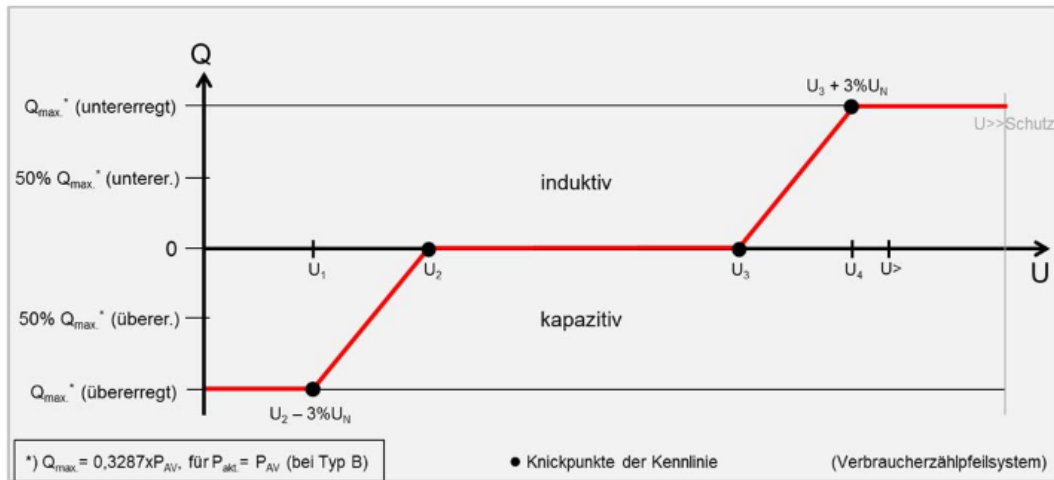

Bild 2.3: Spannungsabhängiges Blindleistungsverhalten  $Q(U)$  der Erzeugungsanlagen
Als permanente Grundfunktionalität der Blindleistungsregelung gilt ein Kennlinienverhalten in Form einer Blindleistungs- / Spannungs-Kennlinie  $Q(U)$ . Sofern die Erzeugungsanlage durch Fernwirktechnik (oder ggf. alternative Übertragungstechniken) gesteuert werden kann, sind die Anforderungen aus Kapitel 2.5.4.3 zu berücksichtigen. Alle Erzeugungsanlagen müssen eine von der Höhe der Spannung abhängige Blindleistung in das Netz einspeisen (rote Linie in Bild 2.3).
Bei normaler Betriebsspannung speist die Erzeugungsanlage mit einer konstanten Blindleistung von  $Q=0$  ein (entspricht einem Verschiebungsfaktor  $\cos \varphi = 1$ ), sofern gemäß Kapitel 2.5.4.3 kein anderer Wert von dem NB gefordert wird. Steigt die Spannung im Mittelspannungsnetz an, wird ab einer Spannung  $U_3$  (Messung am Netzanschlusspunkt) eine  $Q(U)$ -Regelung gemäß roter Kennlinie umgesetzt (Bild 2.3). Die Erzeugungsanlage verhält sich untererregt (induktiv, Arbeitspunkt im Quadranten 2 gem. Verbraucherzählpfeilsystem). Ab einer Spannung am Netzanschlusspunkt von  $U_4$  wird eine maximale Blindleistung von  $Q_{max}$ . (ind.) bezogen.
**Bild 2.4:** Darstellung des Bereiches (blau), in dem ein Blindleistungs-Sollwert Q (Vorgabe per Fernwirktechnik) umzusetzen ist. Die Werte  $U_1$  bis  $U_4$  sind mit denen aus Bild 2.3 identisch
- Q(U)-Kennlinie nach Bild 2.3.